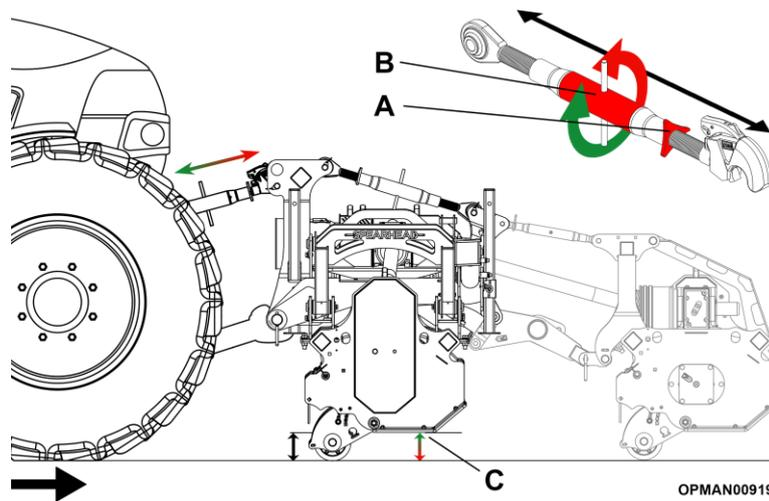

Abbildung 4.36 - Nivellierung des Seitenmähwerts eines angebauten Trident
- 4.7.1.2 Messen Sie von der Unterseite jedes Endes der Kufen bis zum Boden, siehe Abbildung 4.36 (C), um festzustellen, ob die Maschine waagrecht steht.
- 4.7.1.3 Lösen Sie den Sicherungsring am Oberlenker zwischen der Zugmaschine, siehe Abbildung 4.36 (A) und drehen Sie den Zylinder (B).